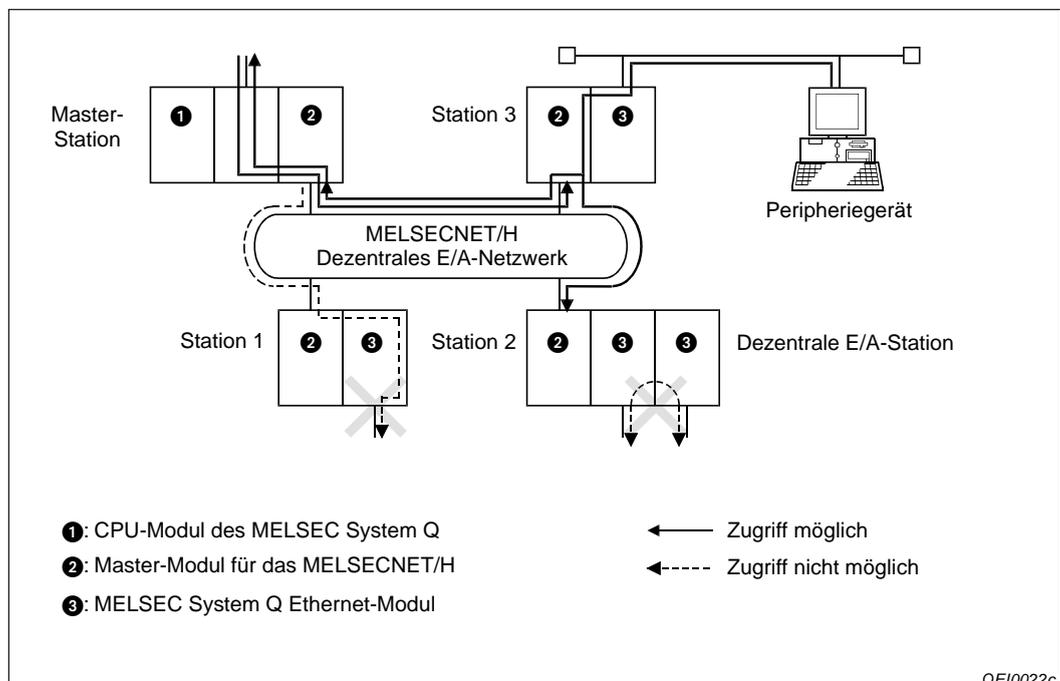

Abb. 2-6: Beispiel für ein MELSECNET/H-Netzwerk
- Zugriff von der Master-Station auf eine andere Station über das Ethernet-Modul in einer dezentralen E/A-Station (wie in Station 1 in Abb. 2-6)
- Zugriff auf eine andere Station über zwei Ethernet-Module (Station 2 in Abb. 2-6)